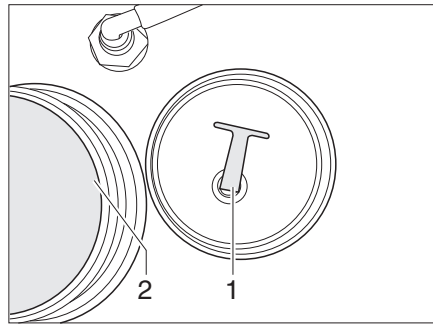

Fig. 258 Bouchon de fermeture
- Dévisser le bouchon de fermeture (Fig. 258,1) de l'ouverture de vidange (Fig. 258,2).